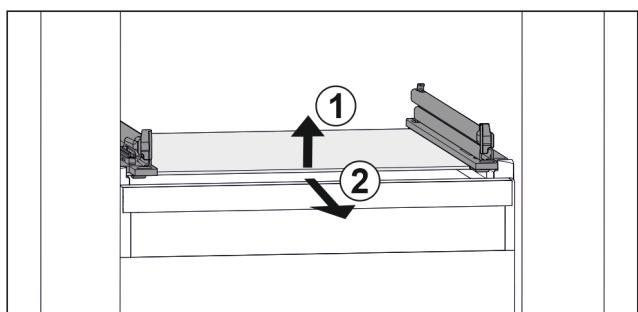

Fig. 102 Reprezentare exemplificativă a plăcii de sticlă
- ▶ Ridicați placa de sticlă din față. Fig. 102 (1)
- ▶ Extrageți placa de sticlă spre înainte. Fig. 102 (2)